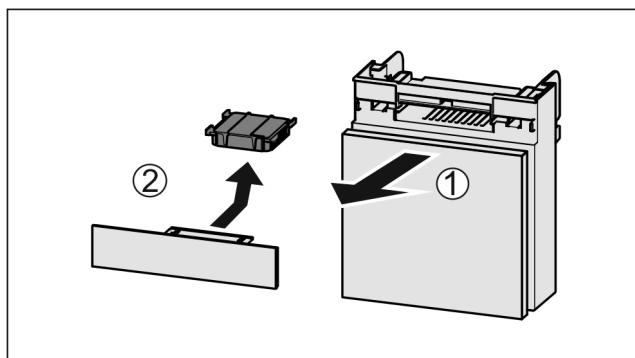

Fig. 141
- Fach nach vorne herausziehen Fig. 141 (1).
- Aktivkohlefilter entnehmen Fig. 141 (2).